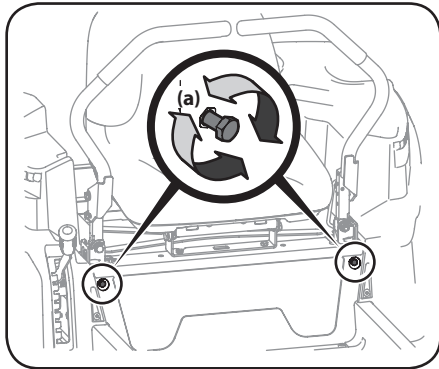

Figure 4-12
2. Repérez les boulons de réglage (a) des barres de conduite à l'avant du châssis du siège. Voir Figure 4-12.